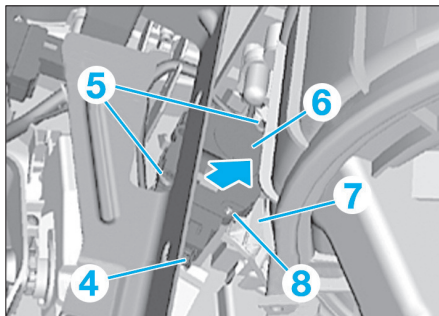

Fig. 45
- Déverrouiller et débrancher le connecteur (4) (Fig.45).